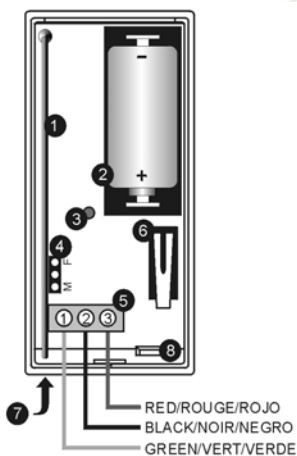

Abbildung 2: WD861 Sender (Frontkappe entfernt)
7. Bringen Sie das (schon präparierte) Loch für die Kabeldurchführung im Rückteil an. – sehen Sie Abbildung 2
10. Verbinden Sie das Sensorkabel mit der Anschlussklemme wie in Abbildung 2 wiedergegeben.